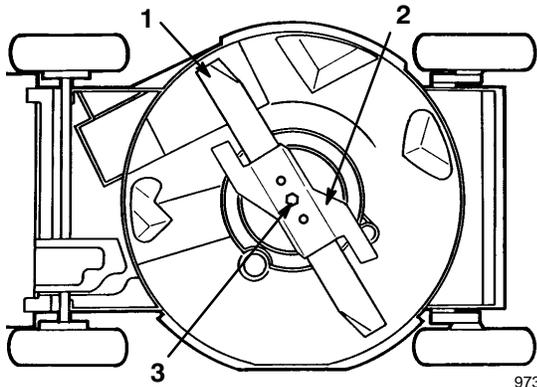

Figure 23
4. Basculer la tondeuse sur le côté gauche (Fig. 23).
Tenir la lame par le bout à l'aide d'un chiffon ou d'un gant épais. Déposer le boulon de lame, la rondelle frein, l'accélérateur de lame et la lame (Fig. 23).